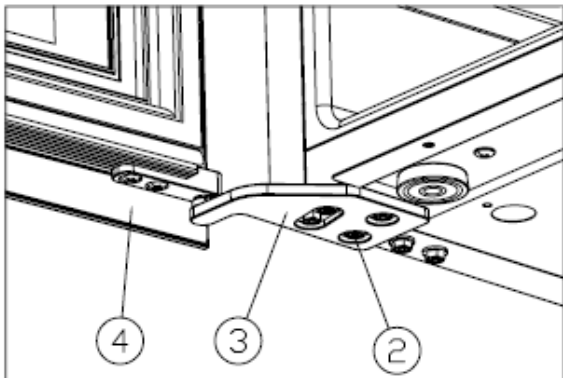

Figure 5
Installeer het rechter bovenscharnier (3) en draai de M5*16-schroeven (2) vast. [Figure 5]